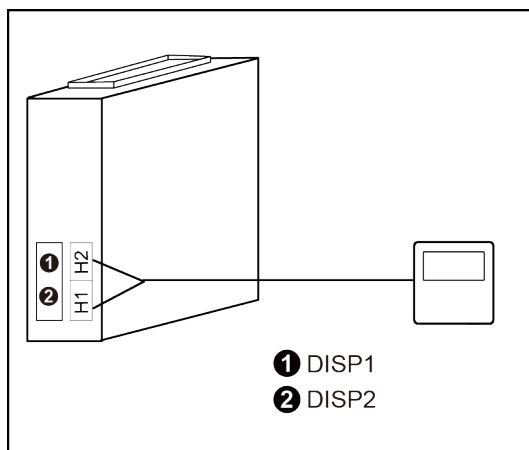

Fig. 5.4.1
1) La Fig.5.4.1 montre l'installation du contrôleur filaire.